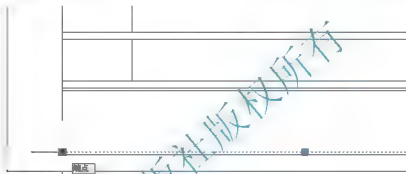

图 5.8 定义相对坐标的基本点
(1) 用【窗口放大】命令放大左下角视图，如图 5.8 所示。
(2) 在无命令的状态下选择自下而上第 3 条水平线，则出现蓝色夹点。单击左侧的蓝色夹点，使其变成红色的热夹点，如图 5.8 所示。然后按两次 Esc 键取消夹点，这样就将该点定义成相对坐标的基本点。